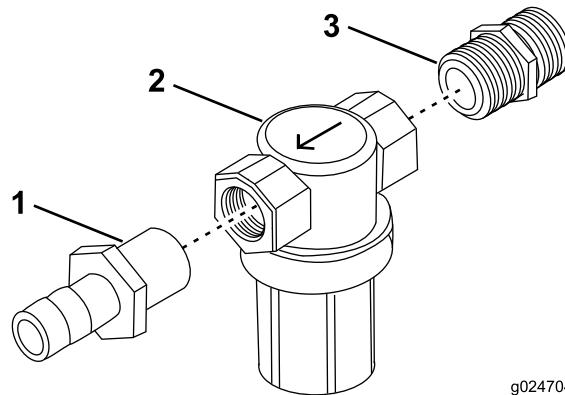

Figura 11
- Monte el conjunto del filtro de presión (Figura 11).